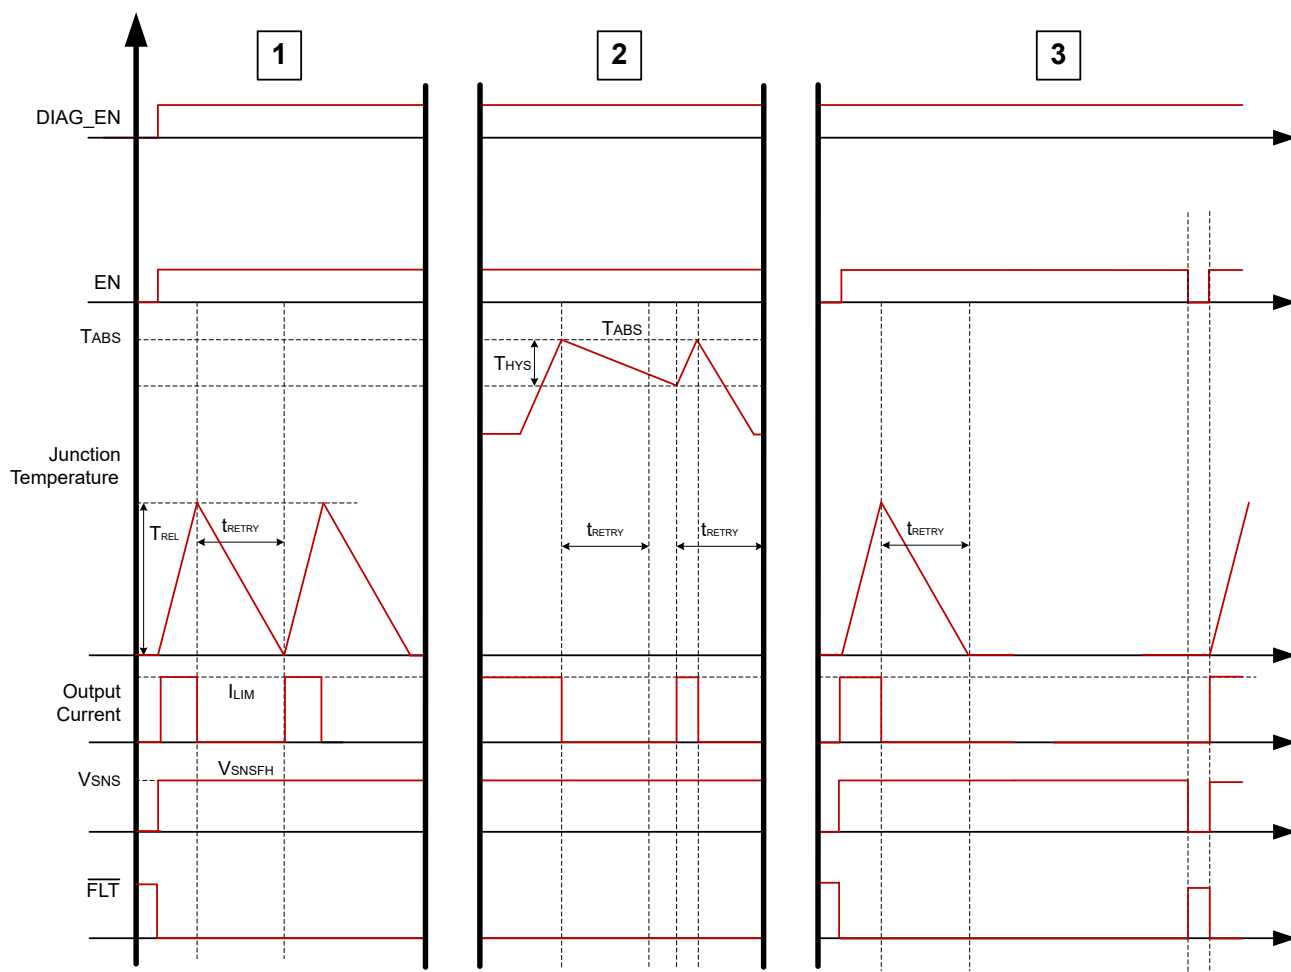

図 7-14. 熱挙動
過熱保護動作は、起こり得るイベントを 3 つのカテゴリに分割することができます。図 7-14 に、これらの各カテゴリを示します。
1. **相対サーマル シャットダウン:** デバイスは、過電流イベントでも有効です。出力電流は I_{ILIM} レベルまで上昇し、 \overline{FLT} は low になります。このように大量の電流が流れるため、FET の接合部温度はコントローラの温度に対して急速に上昇します。パワー FET 温度がコントローラの接合部温度 $\Delta T = T_{FET} - T_{CON} > T_{REL}$ を上回ると T_{REL} に上昇すると、デバイスはシャットダウンします。自動再試行バージョンでは、 t_{RETRY} 後にデバイス自体が再起動を試みます。ラッチバージョンでは、チャネルを再度有効にするため、EN を切り替える必要があります。 \overline{FLT} ピンは、故障状態が解消されるまでアサートされたままになります。図 7-14 の最初のプロットは、自動再試行バージョンの相対サーマルシャットダウン動作を示しています。
2. **絶対サーマル・シャットダウン:** 過電流イベントでもデバイスは有効なままです。ただし、この場合、接合部温度は上昇し、絶対基準温度 T_{ABS} に達すると、シャットダウンされます。自動再試行バージョンでは、 $T_J < T_{ABS} - T_{hys}$ と t_{RETRY} タイマが共に終了するまで、デバイスは回復しません。ラッチバージョンの場合、チャネルを再度有効にするには、EN を切り替える必要があります。図 7-14 の 2 番目のプロットは、自動再試行バージョンの絶対サーマル シャットダウン動作を示しています。
3. **ラッチ動作:** デバイスは、過電流イベントでも有効です。DIAG_EN ピンが high であれば、SNS および FLT で診断を監視できます。ラッチ付きバージョンのデバイスでは、サーマルフォルト、相対サーマルシャットダウンまたは絶対サーマルシャットダウンのいずれかによってデバイスがシャットダウンした場合、EN ピンが切り替わるまで、デバイスはチャネルを有効化しません。図 7-14 の 3 番目のプロットは、LATCH ピンが HIGH のとき、LATCH ピンのバリエーションの相対的なサーマルシャットダウン動作を示しています。